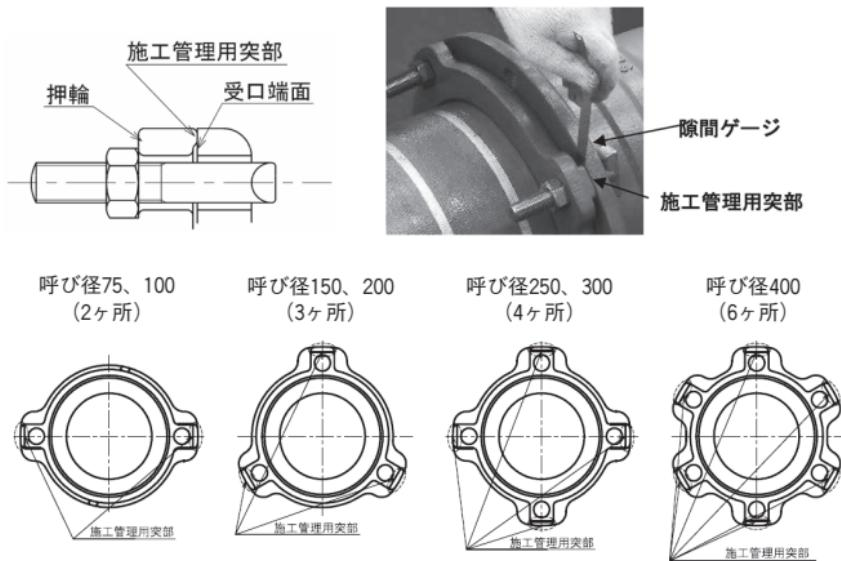

図37 締め付け完了の状態
(2) 締め付け完了後、図37に示すように押輪の施工管理用突部と受口端面に隙間がないことを隙間ゲージ（厚さ0.5mm）で確認する。
押輪、ゴム輪、T頭ボルトおよびナットを異形管と同じ要領で接合する。T頭ボルト・ナットの締め付け完了後、図37(P32)に示すように押輪の施工管理用突部と受口端面に隙間がないことを隙間ゲージで確認する。